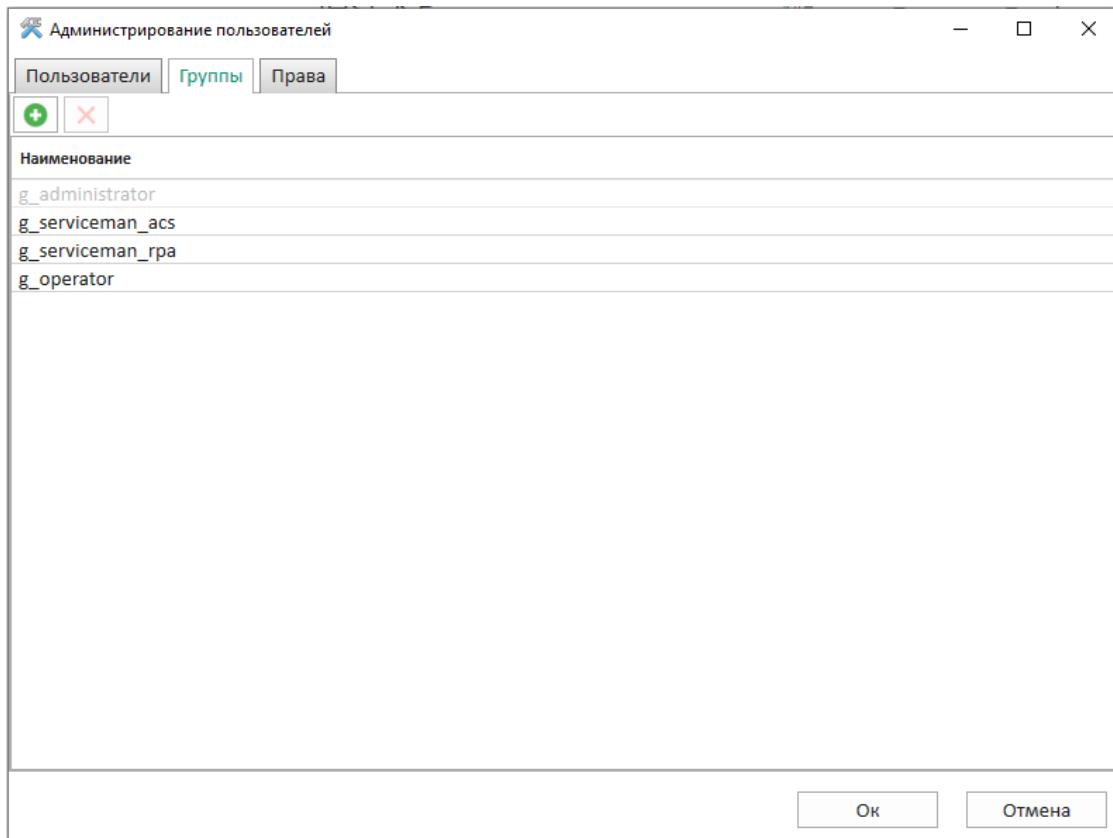

Рисунок 25
4.2.5.2 На вкладке **Группы** (см. рисунок 25) осуществляются операции над группами. Название группы можно редактировать, нажав левой кнопкой мыши на название.